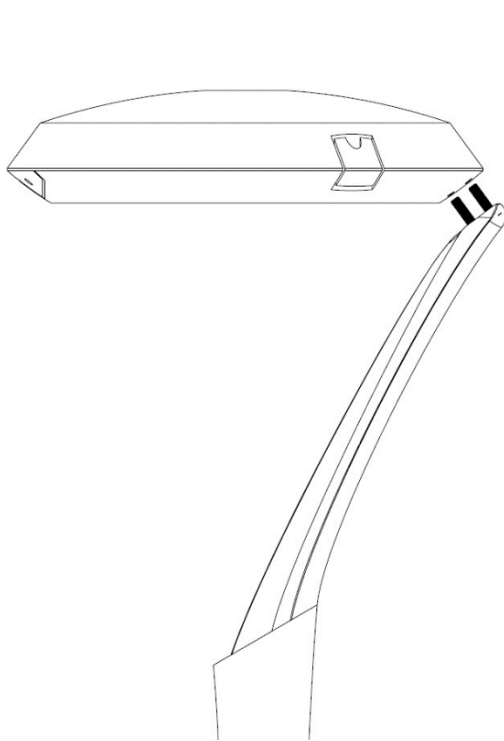

Figure 3
1. **For PT1A ONLY:** Using the bolts provided, attach the ARM to the fixture. *Figure 3*
1. À l'aide des boulons fournis, fixez le bras au luminaire. *Figure 3*